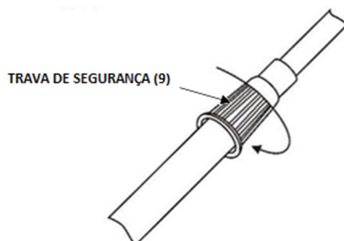

Figura 5: Trava de segurança (9) para fixação das hastes.
G) Conecte a haste superior (4) com a haste inferior (5) e rosqueie a trava de segurança (9) no sentido horário, como indicado na figura 5 abaixo, para fixá-la: